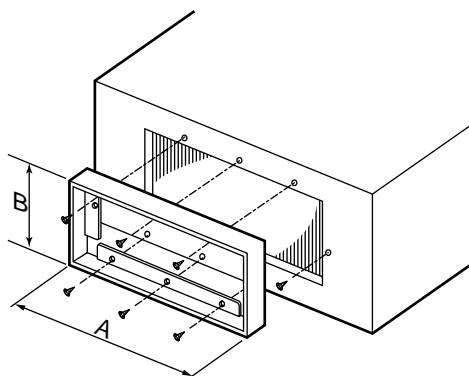

Abb. 1
- ① Befestigen Sie den Flansch mit 6 Schrauben an die Luftaustrittsöffnung der Raumeinheit. (Abb. 1)
- ② Passen Sie den Lüftungskanal an die Innenmaße des Flansches an.  $\boxed{A}$  x  $\boxed{B}$ .